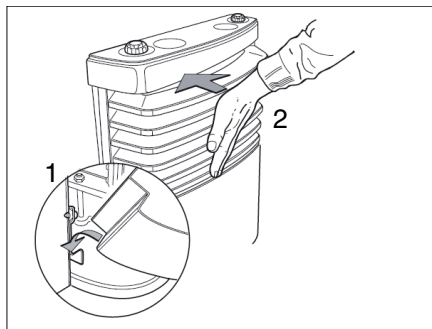

Bild 107 Sätt på hölje till värmeaggregatet
- Montera höljet på värmeaggregatet. Häng höljet i de undre lagren (Bild 107,1).
- Sväng in höljet tills låsspakarna snäpper fast hörbart (Bild 107,2).